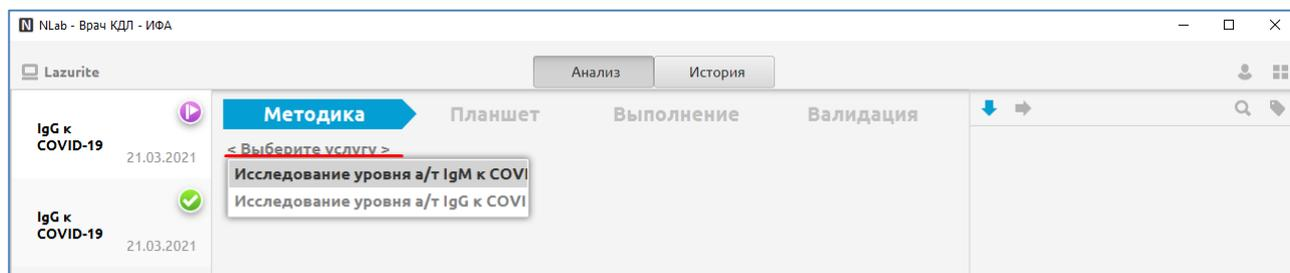

Рис. 84
1. В центральной части раздела «ИФА» нажмите надпись «Выберите услугу». В появившемся списке выберите услугу, для которой будет выполняться «раскапка» планшета (Рис. 84).